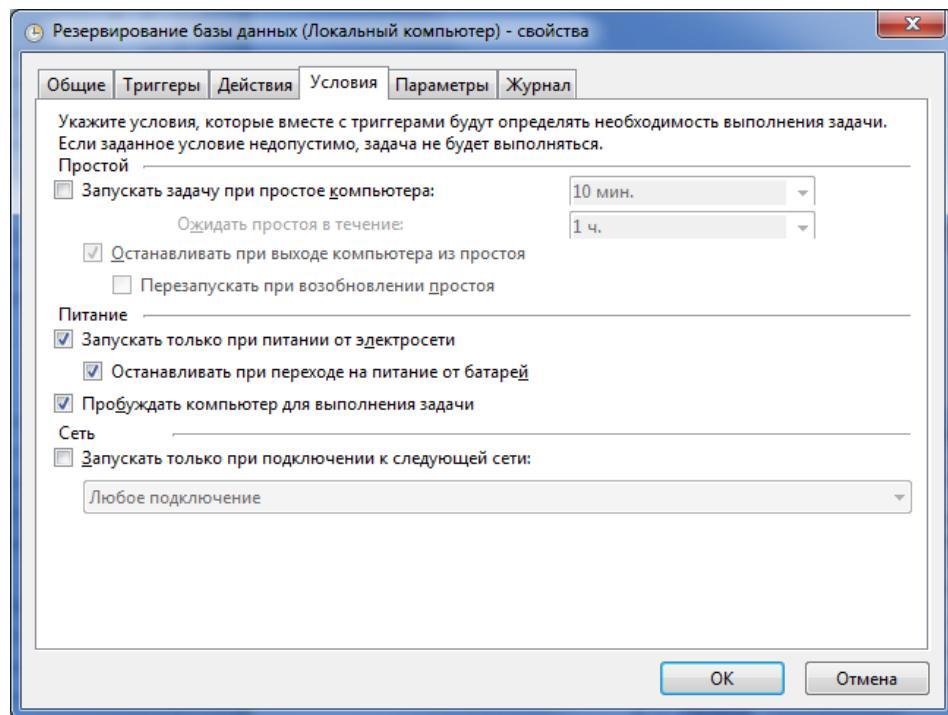

Рисунок 9.36 — Окно свойств задания, вкладка Условия
- Перейдите на вкладку *Условия*, установите флажок *Пробуждать компьютер для выполнения задачи* (см. рисунок 9.36).